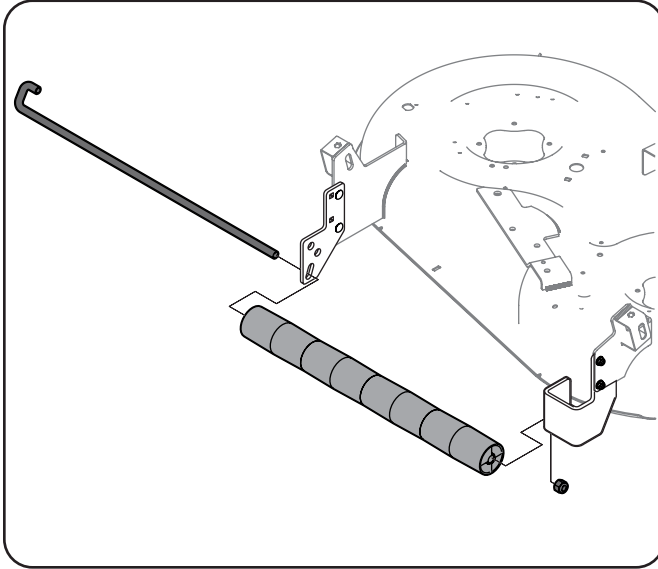

Figure 1-7
3. Debe alinear los cuatro rodillos (n.º 5) dentro de las ménsulas y deslizar el pasador de rodillo (n.º 2) a través del centro de los rodillos y dentro del orificio de montaje de la ménsula de rodillo del lado derecho (n.º 7). Consulte la Figure 1-7.
4. Asegúrese de que el extremo en J del pasador de rodillo esté sujeto en el orificio de montaje de la ménsula de rodillo del lado izquierdo (n.º 6) y luego sujete el extremo del pasador de rodillo con una tuerca de seguridad de ½ (n.º 4). Consulte la Figure 1-7.